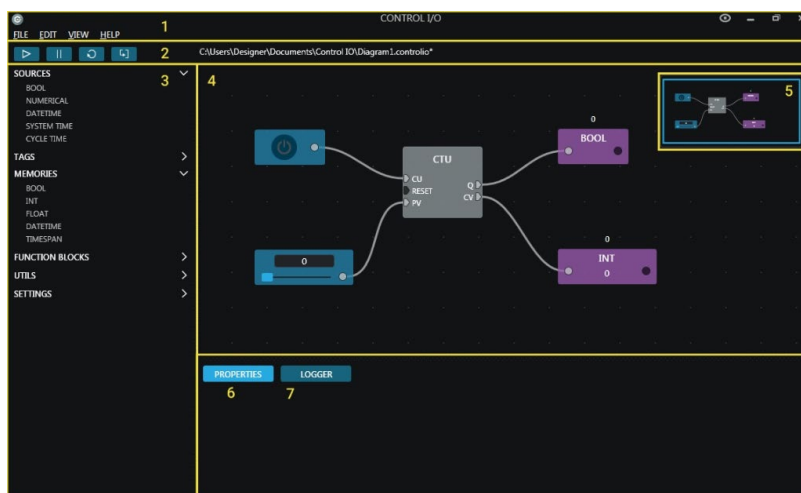

Рисунок 1 – Код Control I/O
Все иллюстрации (эскизы, схемы и т.д.) в КП должны быть обозначены. Под иллюстрацией необходимо писать слово «Рисунок» и указывать номер его. Нумеровать рисунки следует в пределах задания арабскими цифрами. Рисунки могут иметь наименование и пояснительные данные (подрисуночный текст). Слово «Рисунок» и наименование помещают после пояснительных данных и записывают следующим образом: «Рисунок 1 - График логарифмической фазо-частотной характеристики». Ссылки в тексте на номер формулы дают в скобках, например, « в формуле (1)». Таблицы в тексте нумеруют арабскими цифрами сквозной нумерации. Допускается нумеровать таблицы в пределах раздела. В этом случае номер таблицы состоит из номера раздела и порядкового номера таблицы, разделенных точкой. На все таблицы должны быть приведены ссылки в тексте пояснительной записки, при ссылке следует писать слово «таблица» с указанием номера. Допускается помещать таблицу вдоль длинной стороны листа. В том случае, если продолжаете таблицу на следующем листе, тогда на той странице, на которой продолжаете таблицу нужно в правом верхнем углу пояснить, что таблица продолжается. Например, напечатать сверху страницы «Продолжение таблицы 1.2»